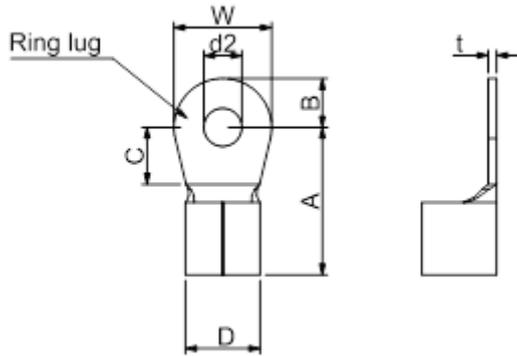
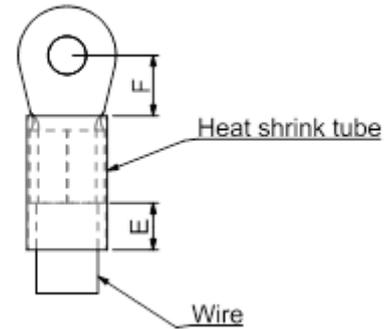

图 5-6
图 5-7
- 主回路端子接线使用环状端子，规格请见图 5-6 与图 5-7，其他接线方式则须符合当地国家相关规定。
- 在把电线压接至符合 UL 认证的环状端子后，才能在电线套上也是符合 UL 和 CSA 认证的绝缘热缩套管（可耐至少 600 V_{AC}，YUPU2），绝缘热缩套管的规格请见图 5-7。